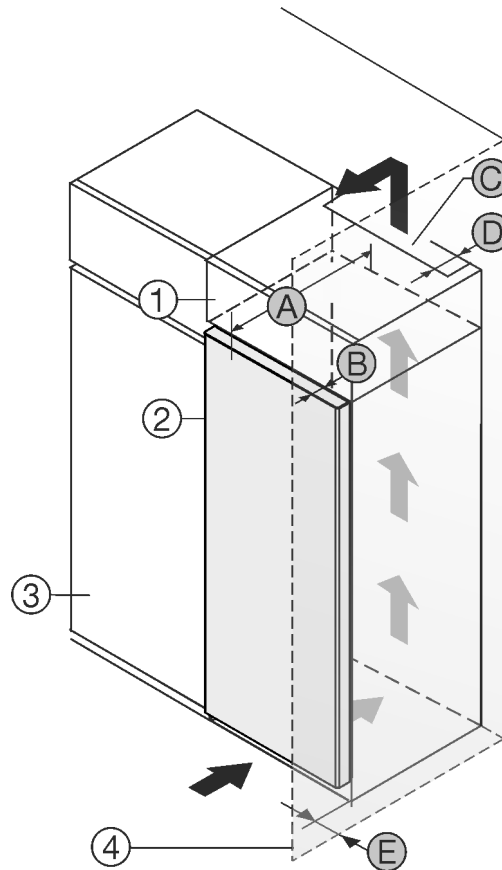

Fig. 1
- (1) Uždedama spintelė *
- (2) Prietaisas *
- (3) Virtuvės spinta *
- (4) Sieną *
- (A) Prietaiso gylis *
- (B) Durų gylis *
- (C) Vėdinimo angos skerspjūvis *
- (D) Atstumas iki galinės prietaiso pusės *
- (E) Atstumas iki prietaiso pusės *
Prietaisą galite statyti iš karto šalia virtuvės spintelės Fig. 1 (3)*.
Galinėje uždedamos spintelės pusėje turi likti tarpas ventiliacijai, kurio gylis Fig. 1 (D) būtų per visą uždedamos spintelės plotį.*
Po patalpos lubomis turi būti laikomasi vėdinimo angos skerspjūvio Fig. 1 (C)*.
Jei prietaisas su lankstais statomas greta sienos Fig. 1 (4), mažiausias atstumas tarp prietaiso ir sienos turi būti 13 mm.*
Kad durys atsidarytų iki galo, palyginti su šaldytuvo priekiu, prietaisas turi išsikišti bent per savo durų gylį Fig. 1 (B). Priklausomai nuo virtuvės spintelių Fig. 1 (3) gylio ir atstumo iki sienos nustatančių detalių naudojimo, prietaisas gali išsikišti daugiau.*